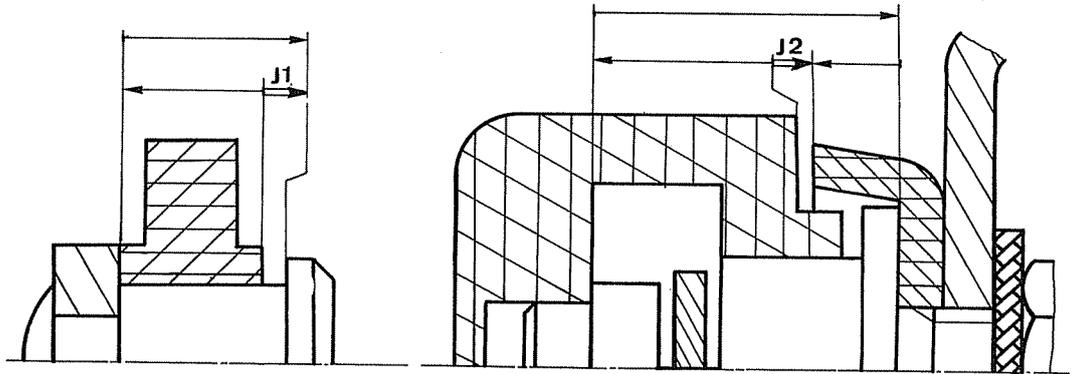

Fig. 6
■ La figure 6 donne la correction des chaînes de cotes, des conditions J1 et J2.
■ La forme de l'axe (3) pouvait porter à confusion à cause du plat qui se confond avec le trait d'axe. Le candidat devait étudier avec attention le plan d'ensemble avant de répondre.